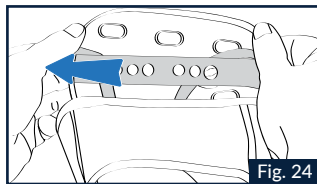

Fig. 24
1.2 Déplacer le bouton rond le long du support plastique longitudinal et le raccrocher sur l'un des trous suivants (Fig.24).